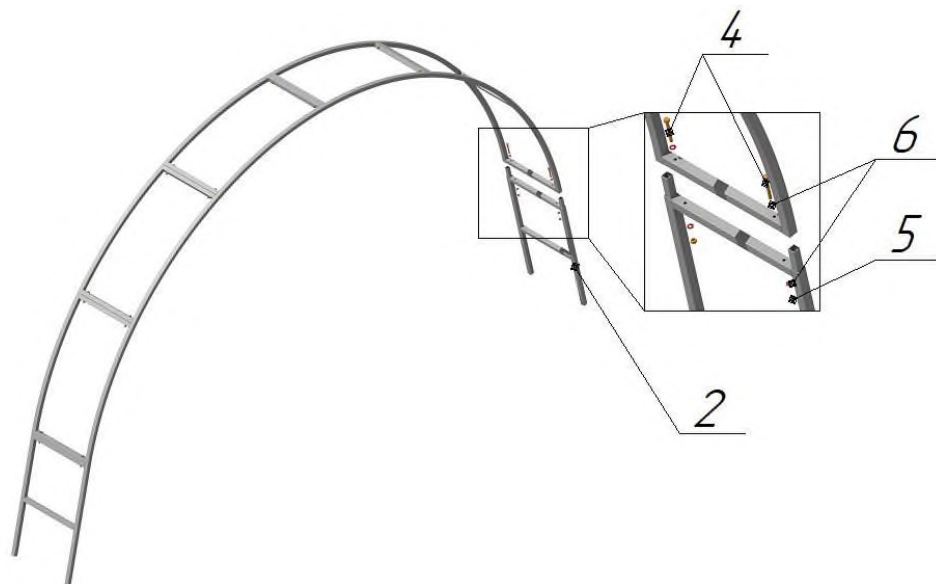

Рисунок 3
5. Установить Ножку «Папа» Поз.2 в имеющуюся конструкцию (Рис. 3)
6. Зафиксировать их между собой помощью болтов Поз.4, шайб Поз.6 и гаек Поз.5. (Рис. 3)